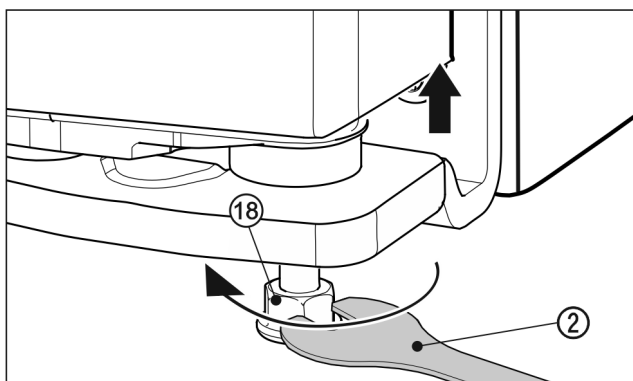

Fig. 25
- ▶ Чтобы поднять дверцу, выверните вправо установочную опору Fig. 25 (18) с помощью прилагаемого вилчатого ключа Fig. 25 (2) до соприкосновения с полом. Затем продолжите выворачивание, пока дверь не будет отрегулирована по высоте. При поставке опорный палец полностью вкручен.